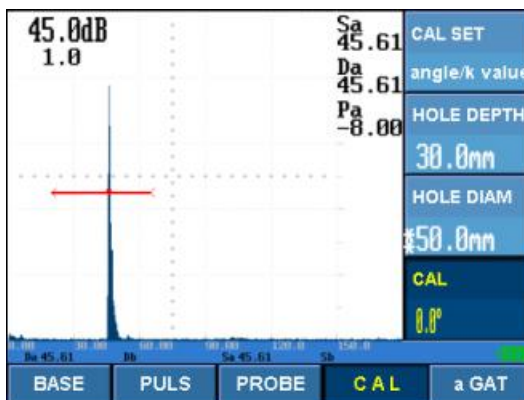

Abb. 12 Ausrichtung von Gate A auf das Echo
7. Gate A auf das Echo ausrichten und das Untermenü *Kalibrierung* mit der Taste [◀] auswählen (s. Abb. 12).